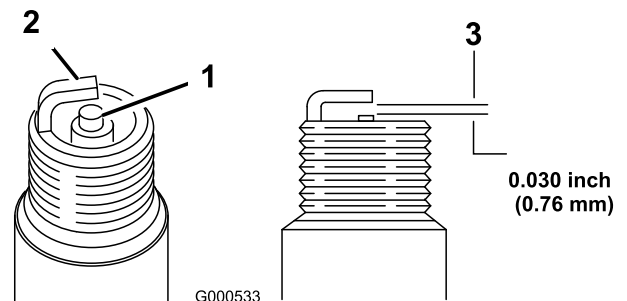

Figure 31
- Réglez l'écartement des électrodes à 0,76 mm (0,030 po) (Figure 31).